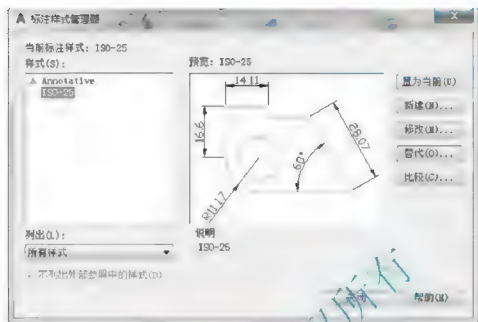

图 3.19 【标注样式管理器】对话框
(1) 执行菜单栏中的【格式】|【标注样式】命令或【标注】|【标注样式】命令,打开【标注样式管理器】对话框。在AutoCAD默认状态下,有注释性的【Annotative】和【ISO-25】两种标注样式,选中【ISO-25】,如图3.19所示。